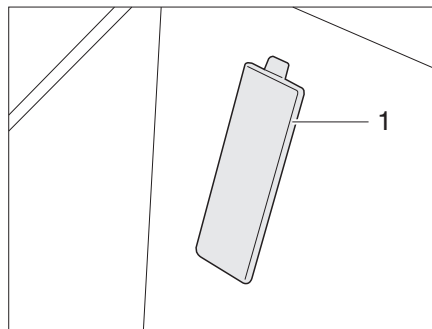

Bild 305 Abdeckung Fahrgestellnummer (Basisfahrzeug Fiat)
- ▷ Die Fahrgestellnummer befindet sich bei Fahrzeugen auf Fiat-Basis hinter einer Abdeckung (Bild 305,1) im Einstieg auf der Beifahrerseite.